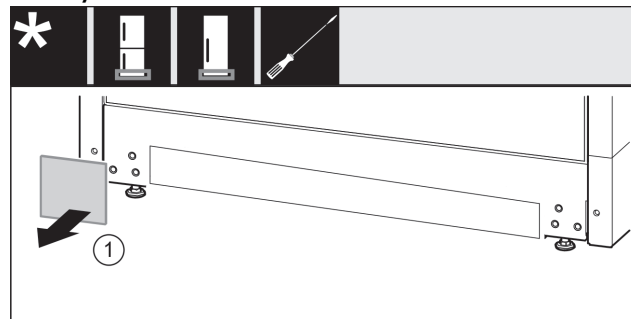

Fig. 13
- ▶ Odoberte kryt Fig. 13 (1).